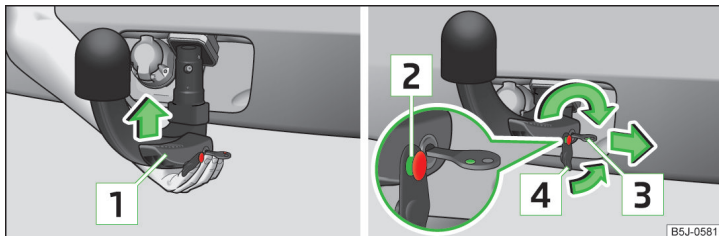

Fig. 126 Inserimento della testa sferica/Bloccaggio della serratura e ripristino del coperchio
- Afferrare la testa sferica **dal basso** » fig. 126 e inserirla nel pozzetto di alloggiamento sino a quando emetterà un clic udibile » **!**.
La leva di comando **1** » fig. 126 ruota **automaticamente** verso l'alto e il dado di innescio **2** fuoriesce (la parte rossa e la parte verde sono visibili) » **!**.
- Infilare il coperchio **4** » fig. 126 sulla serratura nella direzione indicata dalla freccia » **!**.